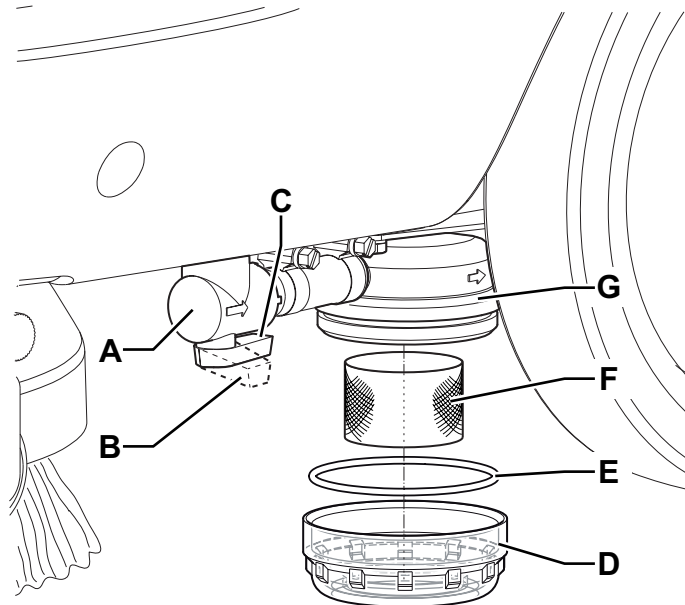

Abbildung 9
2. Überprüfen, ob sich Schalter (62) und (63) in Stellung 0 befinden.
3. Das Reinigungslösungsventil (A, Abb. 9) unter dem Gerät vor dem linken Hinterrad schließen.